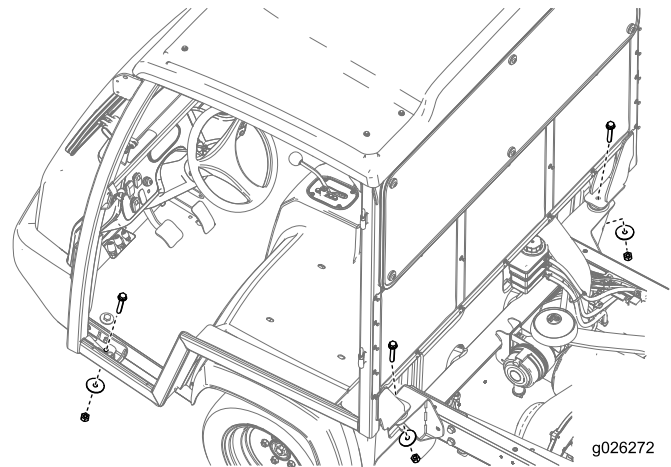

Bild 32
- Befestigen Sie den Rahmen mit vier Schrauben (1/2"), vier Scheiben (1/2") und vier Muttern (1/2") an der Maschine, wie in Bild 32 abgebildet.